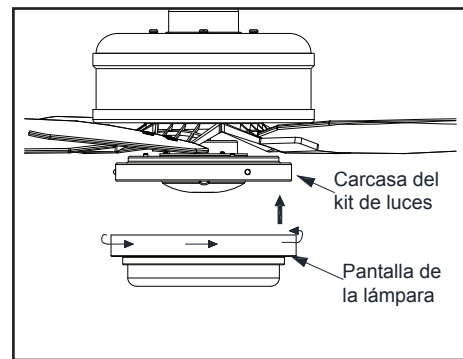

Figura 20
5. Coloca la pantalla de la lámpara dentro de la carcasa del kit de luces alineando las tres áreas planas en la parte superior de la pantalla de la lámpara con las tres muescas salientes en la carcasa del kit de luces. Gira la pantalla de la lámpara hacia la derecha hasta que se detenga. (Figura 20)